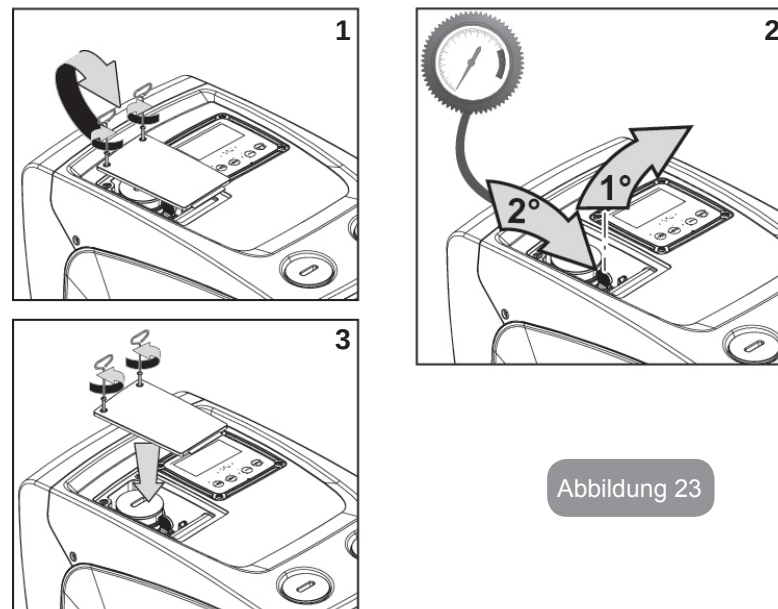

Abbildung 23
1. die Zugangsklappe zum Fach für die außerordentliche Wartung ausbauen (Abb.1 Seite F), indem die 2 Verschlusschrauben mit dem Zusatzwerkzeug gelöst werden. Es empfiehlt sich die Schrauben nicht ganz zu entfernen, damit sie verwendet werden können, um die Klappe abziehen. Darauf achten, dass die Schrauben nach dem Ausbauen der Klappe nicht in das Innere des Systems fallen (Abb. 23);
2. die Gummikappe von dem Ventil des Ausdehnungsgefäßes abziehen (Abb. 23);
3. gemäß der Anleitungen unter Absatz 1.2 auf das Ventil einwirken (Abb. 23);
4. die Gummikappe wieder anbringen (Abb. 23);
5. die Klappe wieder anbringen und die 2 Schrauben festziehen (Abb. 23).